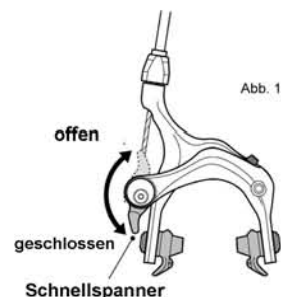

Abb. 12
- (1) Wenn Ihr Fahrrad mit Felgenbremsen ausgestattet ist, müssen Sie die Schnellspannvorrichtung der Bremsen lösen, um den Abstand zwischen Reifen und Bremsbelägen zu vergrößern (siehe Abschnitt 4.C, Abb. 12 bis 13).
- (1) Schalten Sie in den höchsten Gang (kleinstes hinteres Kettenblatt ganz außen).
- (2) Wenn Ihr Fahrrad mit Felgenbremsen ausgestattet ist, müssen Sie die Schnellspannvorrichtung der Bremsen lösen, um den Abstand zwischen Felge und Bremsbelägen zu vergrößern (siehe Abschnitt 4.C., Abb. 12 bis 13).
- (3) Ziehen Sie die hintere Schaltwerkgruppe mit der rechten Hand nach hinten.
(1) Wenn Ihr Fahrrad mit Felgenbremsen ausgestattet ist, müssen Sie die Schnellspannvorrichtung der Bremsen lösen, um den Abstand zwischen Felge und Bremsbelägen zu vergrößern (siehe Abschnitt 4.C, Abb. 12 bis 13).
(2) Lösen Sie mit einem Schlüssel in der richtigen Größe die beiden Achsmuttern.
(3) Wenn Ihre Vorderradgabel mit einer zusätzlichen Sicherungsvorrichtung in Aufsteckausführung ausgestattet ist, lösen Sie diese und fahren mit dem nächsten Schritt fort. Wenn Ihre Vorderradgabel mit einer zusätzlichen Sicherungsvorrichtung in integraler Ausführung ausgestattet ist, lösen Sie die Achsmuttern so weit, dass das Rad entnommen werden kann. Anschließend fahren Sie mit dem nächsten Schritt fort.
(4) Heben Sie das Vorderrad einige Zentimeter an und klopfen Sie mit der Handfläche oben gegen das Rad, um das Rad aus der Gabelenden zu lösen.
(2) Schalten Sie am hinteren Schaltwerk in den höchsten Gang (kleinstes Hinterrad-Kettenblatt) und ziehen Sie das hintere Schaltwerk mit der rechten Hand nach hinten.
(3) Lösen Sie mit einem Schlüssel in der richtigen Größe die beiden Achsmuttern.
Die meisten Bremsen weisen eine Schnellspannvorrichtung auf. Wenn die Schnellspannvorrichtung der Bremse in der geöffneten Stellung ist, hat die Bremse keine Wirkung. Lassen Sie sich von Ihrem Händler die Funktionsweise des Bremsenschnellspanners an Ihrem Rad genau erklären (siehe Abb. 12, 13) und prüfen Sie vor jeder Fahrt die Bremsen auf ordnungsgemäße Funktion.